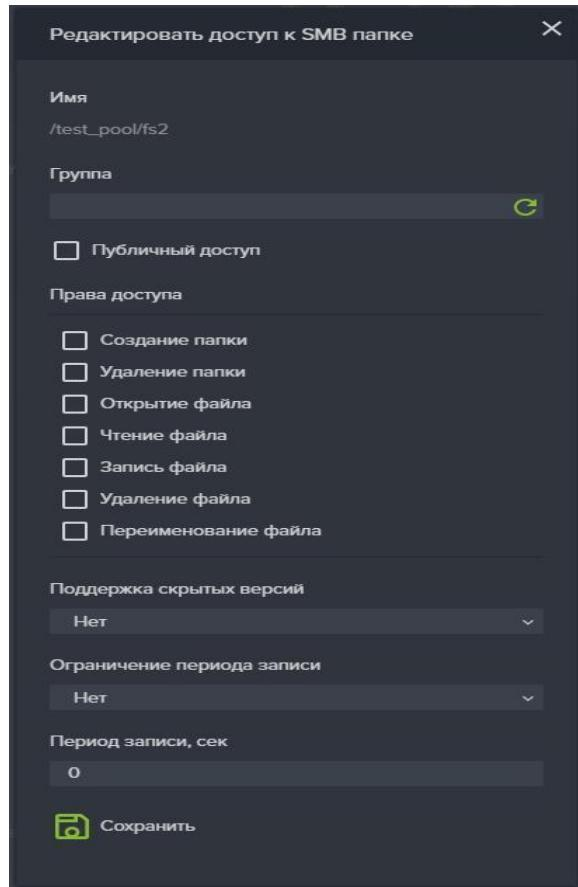

Рисунок 69. Окно редактирования доступа к SMB папке
12. Нажмите на кнопку «Редактировать доступ», откроется одноименное окно (см. Рисунок 69);